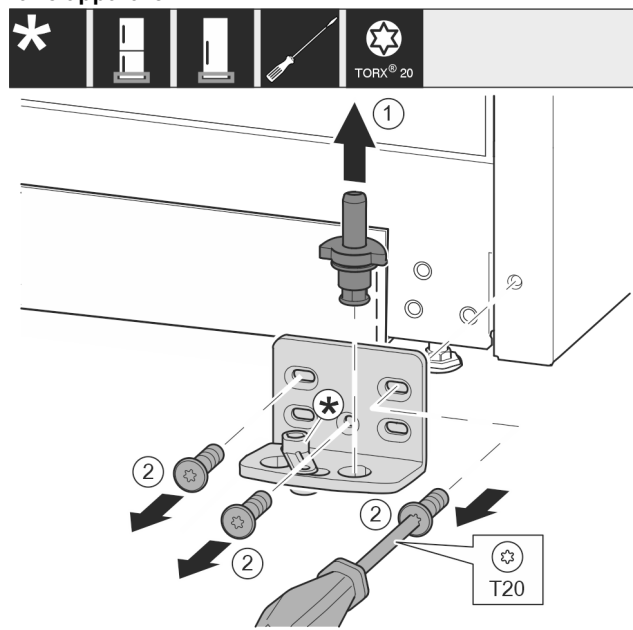

Fig. 10
- Træk hængselbolten helt opad og ud. Fig. 10 (1)
- Skru skruerne ud med skruetrækkeren T20, og tag hængselkonsollen af. Fig. 10 (2)